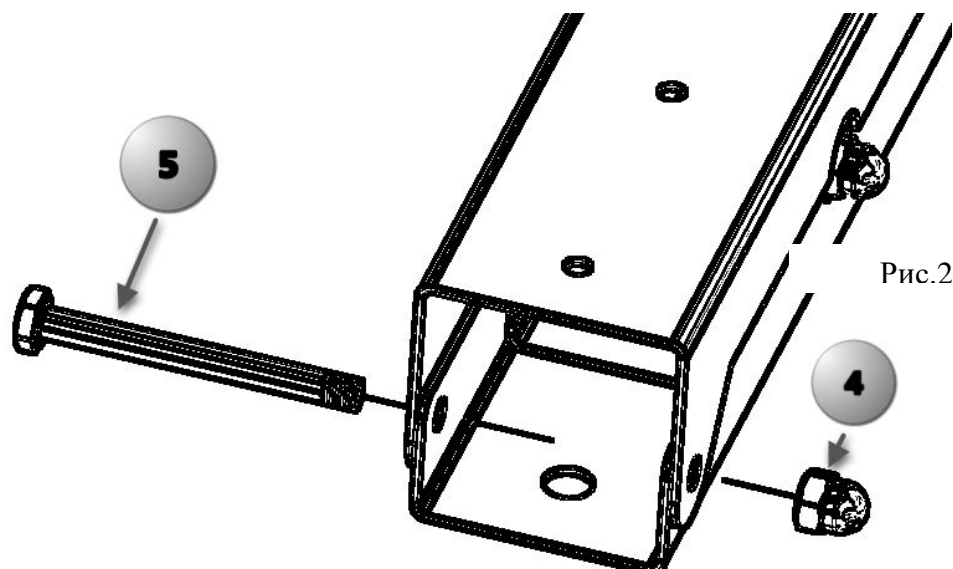

Рис.2
3. Окрутите колпачковую гайку поз.4 и извлеките болт поз.5 крепления поворотной части, Рис.2